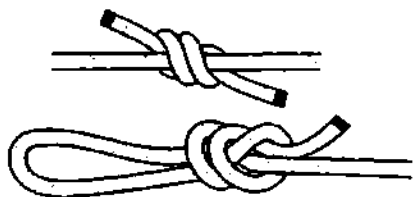

Рис. 782. Рыбацкий узел и рыбацкая петля.
**Рыбацкий узел** очень древний узел (рис. 782). Он известен всем народам с первобытных времён. **Рыбацкий узел** прошёл сквозь тысячелетия и достался нам в наследство, несомненно, от первобытных рыбаков и охотников. Это один из самых простых и не сложных по своей конструкции узлов для связывания двух концов, ведь он вяжется из двух элементарных *простых узлов* – что может быть проще?